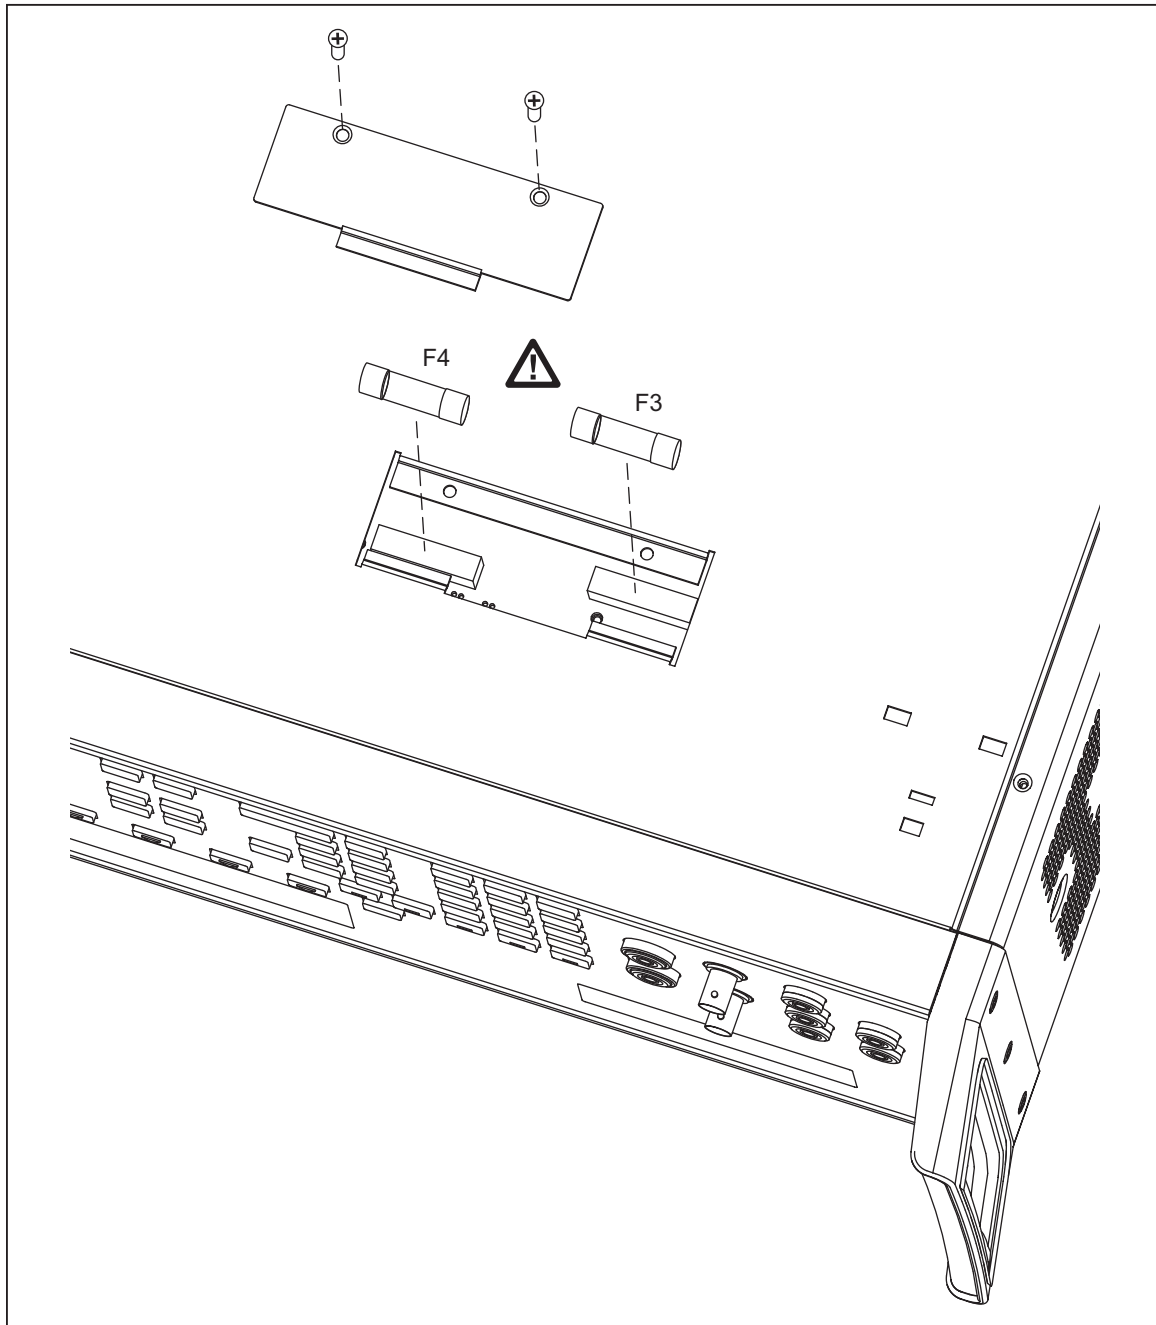

図 3. 電流ヒューズコンパートメント
3. 図3に示すように、ヒューズコンパートメントカバーを固定している2本のねじを外し、カバーを外します。